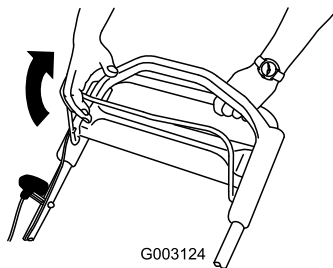

Figura 17
2. Tire de la barra de control de la cuchilla hacia el manillar (Figura 17).